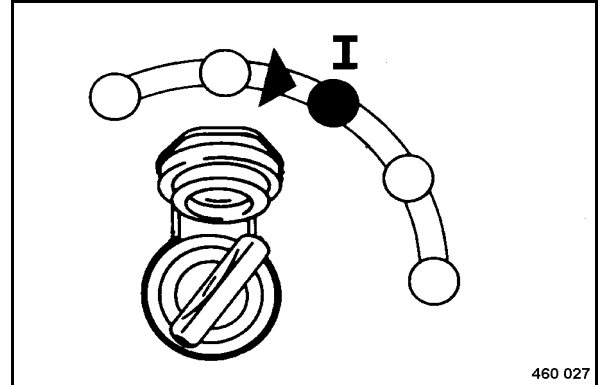

Fig. 57
- Tourner la clé de contact (Fig. 57) sur position "I".